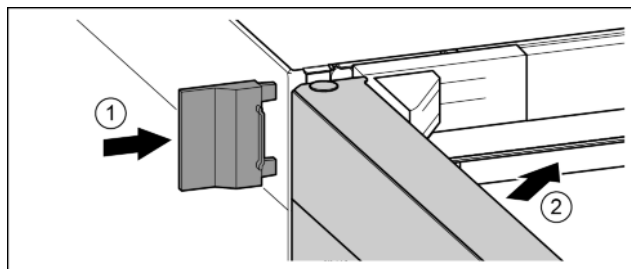

Fig. 20
- ▶ Enfiler le cache extérieur. Fig. 20 (1)
- ▶ Fermer la porte supérieure. Fig. 20 (2)